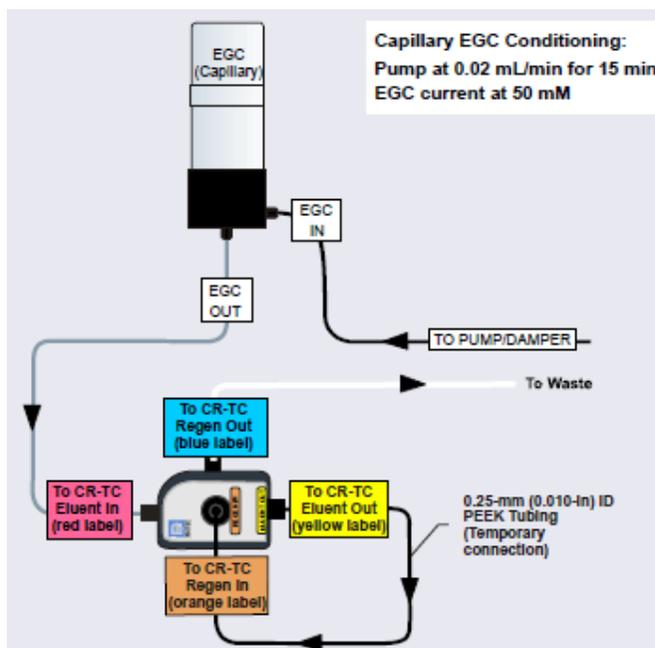

图 9-12. 活化毛细管 EGC 的流路示意图
- ⑤ 如图 9-12 所示连接管路，以 0.02mL/min，50mM 冲洗 15 分钟（接通 CR-TC 电源）；